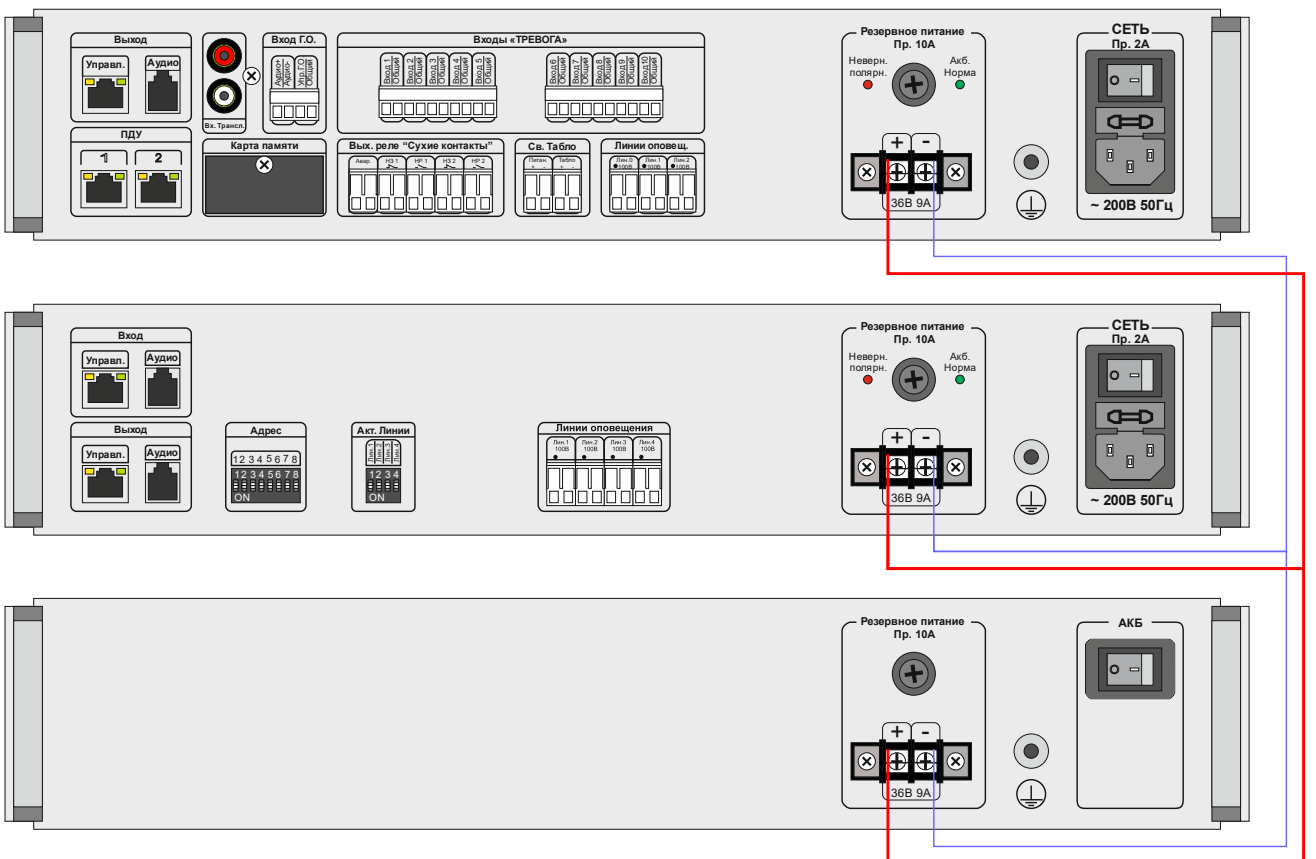

Рис. 4. Типовая схема подключения блока резервного питания.
Типовая схема подключения блока резервного питания показана на рисунке Рис.4.
2.3.7. Производят подключение *устройства* как показано на Рис.4.